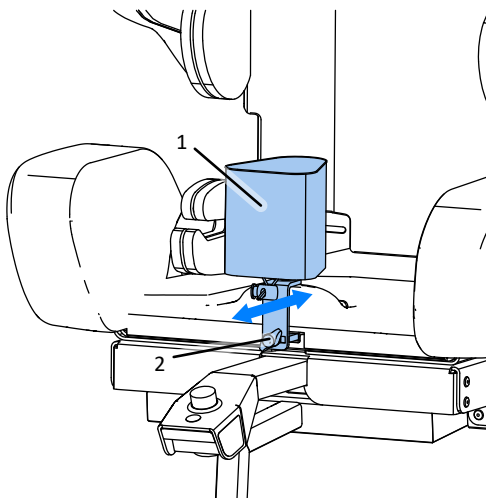

Abb. 23
11.7 Einstellung der Position des Abduktors (Abb.23)